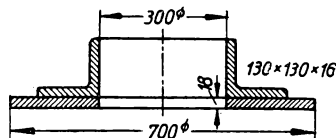

Bild 98
**238.** Für den Flanschenring (Bild 98) ist unter Benutzung der Formstahltafel zu berechnen a) die erzeugende Querschnittsfläche des Drehkörpers; b) der Abstand ihres Schwerpunkts von der Drehachse; c) der Rauminhalt des Flanschenrings; d) sein Gewicht. Die Wichte von Stahl ist  $7,85 \text{ kg/dm}^3$ .